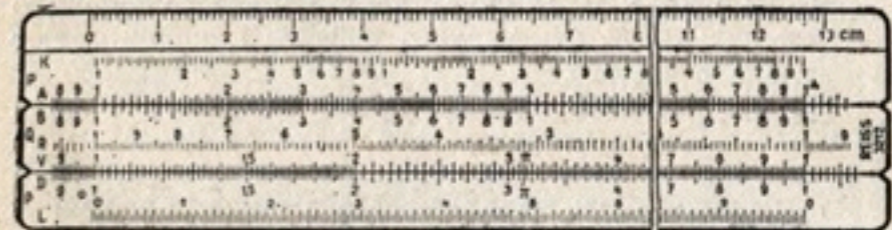

Рис. 10. Лицевая сторона нормальной логарифмической линейки REISS
**Линейка «Рейсс 3212».** На рис. 10 показана нормальная логарифмическая линейка с такими же шкалами, как и на линейке, изображенной на рис. 4, но каждая длиной 12,5 см. На обратной стороне движка нанесены только две неравномерные шкалы тангенсов